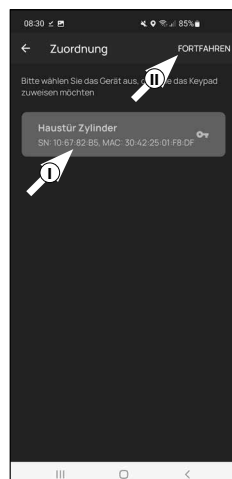

Fig. 11
12 Aparecerá una lista con los cilindros que ya están registrados. Seleccione el cilindro deseado (I) (Fig. 11) y pulse «Continuar» (II) (Fig. 11) en la parte superior derecha.